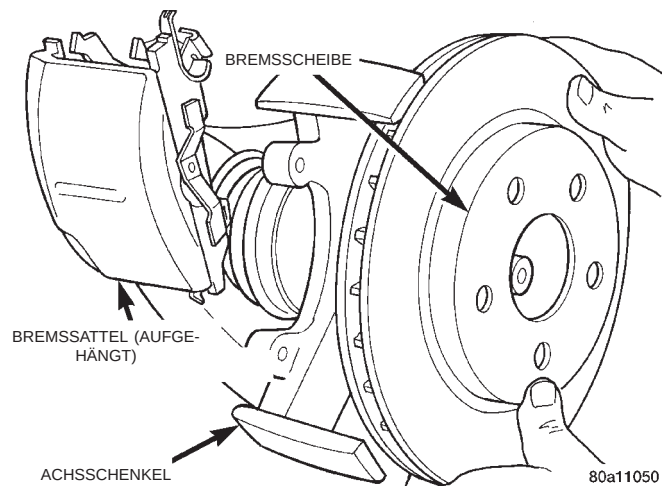
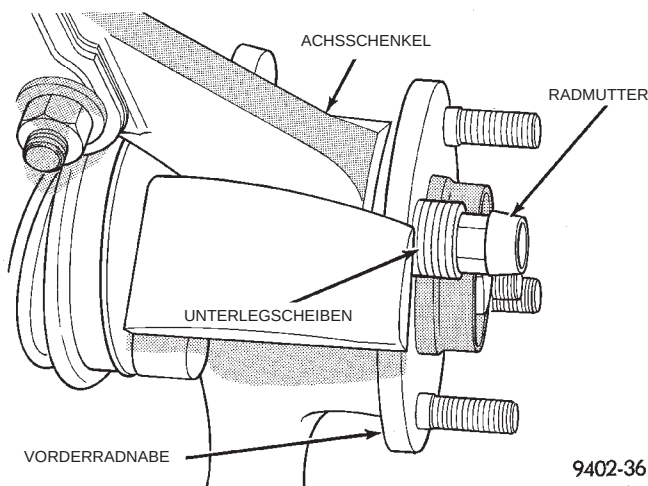

Abb. 81 Vordere Bremsscheibe ab-/anbauen
Abb. 83 Radbolzen in die Radnabe einbauen
(6) Brems Scheibe von der Radnabe abbauen (Abb. 81).
(1) Den neuen Radbolzen in die Bohrung am Flansch der Radnabe einsetzen. Unterlegscheiben auf den Radbolzen legen und eine Radmutter so aufschrauben, daß die flache Seite der Mutter an den Unterlegscheiben anliegt (Abb. 83).
(2) Die Radmutter anziehen, so daß der Radbolzen in seinen Sitz gezogen wird. Wenn der Bund des Radbolzens vollständig am Flansch der Radnabe anliegt, Radmutter und Unterlegscheiben abbauen.
(3) Bremsscheibe auf Radnabe montieren (Abb. 81).
(4) Bremssattel auf Achsschenkel montieren. Dazu zuerst das Oberteil des Bremssattels unter den obersten Anguß des Achsschenkels schieben. Dann das